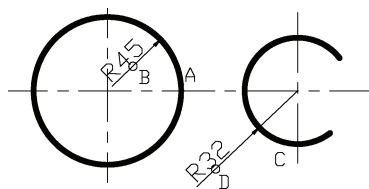

图 8-31 半径标注示例
(1) 选择圆或圆弧: 选择标注半径的对象。
(2) 指定尺寸线位置: 定义尺寸线的位置, 尺寸线通过圆心。确定尺寸线的位置的拾取点对文字的位置有影响, 和尺寸样式对话框中文字、直线、箭头的设置有关。
(3) 多行文字(M): 通过多行文字编辑器输入标注文字。
(4) 文字(T): 输入单行文字。
(5) 角度(A): 定义文字旋转角度。
**【例 8.6】** 标注图 8-31 所示圆及圆弧的半径。